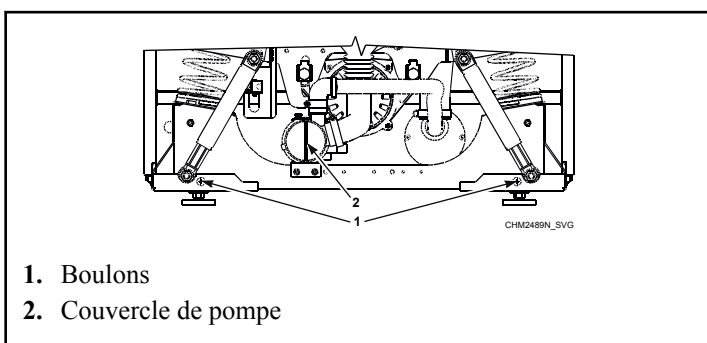

Figure 58
- Retirer le panneau avant du cabinet en défaisant les boulons. Voir *Figure 58*.